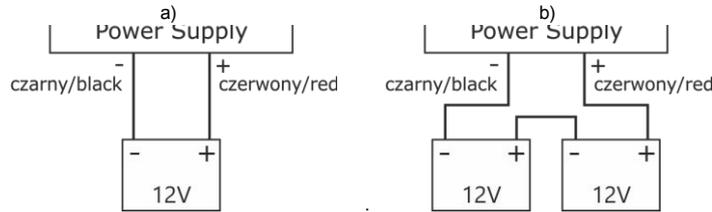

Abb. 4 Anschluss der Batterien je nach Spannungsversion des Netzteils:
6. Setzen Sie die Batterie in das Batteriefach des Gehäuses ein. Verbinden Sie die Batterien mit dem Netzteil und achten Sie dabei besonders auf die richtige Polarität und die Art der Anschlüsse (Abb. 4):